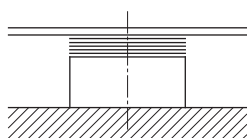
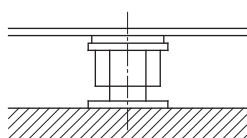

Fig. 5: Shims på fundamentoverflaten
Fig. 6: Nivelleringskruer på fundamentoverflaten
- På hvert skruerhull på fundamentoverflaten legges det shims (ca. 20–25 mm tykke) (se fig. 5). Alternativt kan man også anvende nivelleringskruer (se fig. 6).